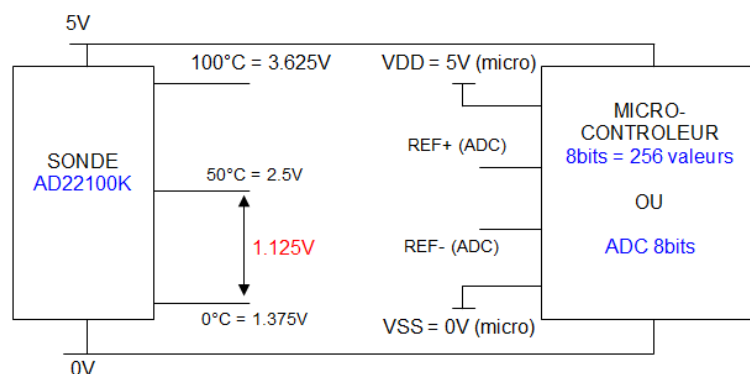

Figure 1. Chaîne de mesure de température.
4. Nous souhaitons réaliser un système permettant la mesure de température au degré près comprises entre 0°C et 50°C . Pour cela, la figure 1 illustre le système souhaité comprenant trois composants entrant dans la réalisation d'un thermomètre numérique, à savoir : une sonde de température AD22100, un microcontrôleur MC68HC908JL3 et un convertisseur analogique-numérique LTC1099.